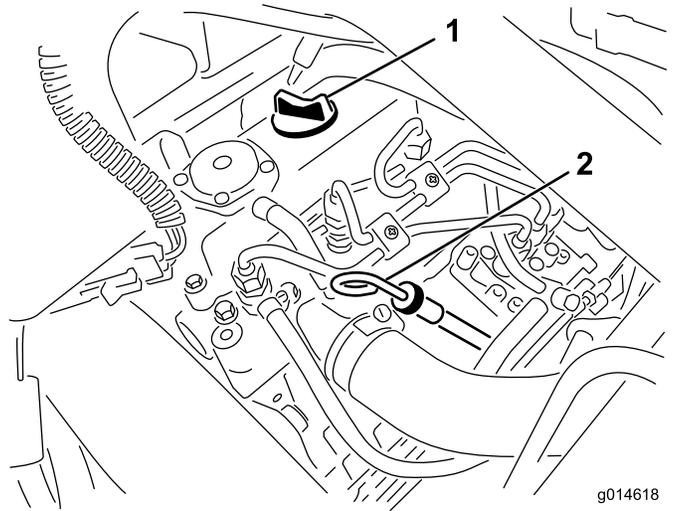

図 28
2. ディップスティックを抜きウェスで一度きれいに拭く(図 28)。